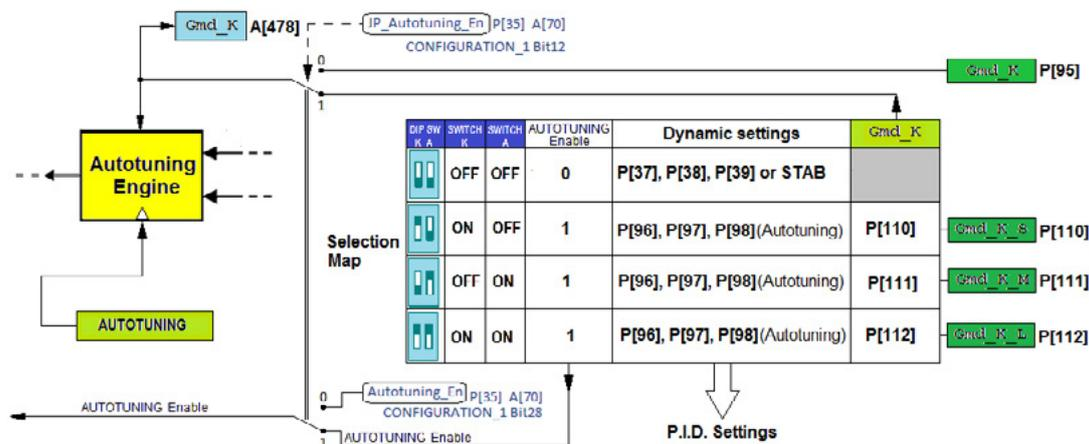
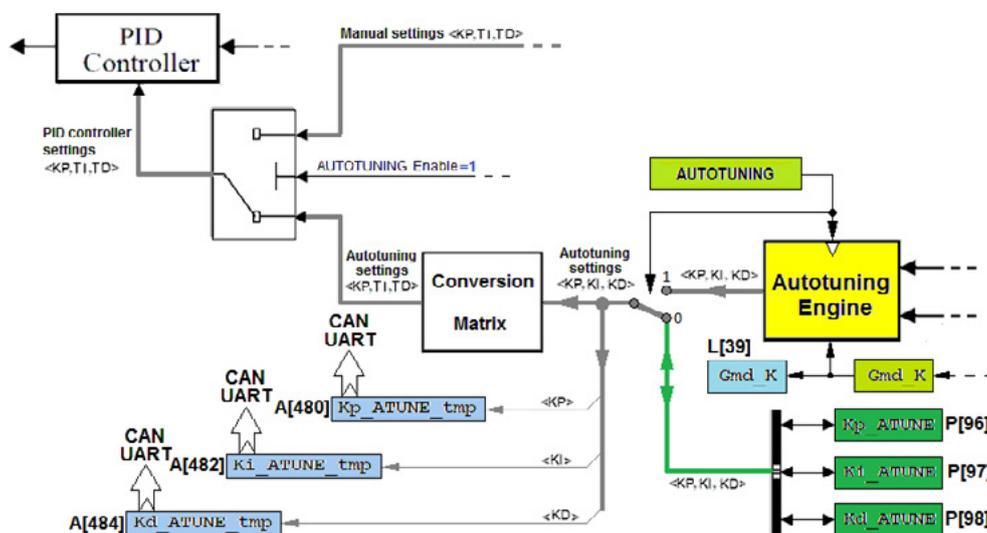

Fig. 5.4-A: Schéma de sélection d'autoréglage
Fig. 5.5-A: Réglages du contrôleur PID d'autoréglage
La méthode utilisée est sélectionnée via la combinaison de deux DIP switch matériels (appelés K et A, Fig. 5.3-A : DIP switch d'autorégulation) ou le Flag correspondant Autotuning (bit B28 du paramètre P[35] CONFIGURATION_1, adresse A[70]). La sélection de la source dépend du statut du Flag JP_Autotuning_En (bit B12 du paramètre P[35] CONFIGURATION_1, adresse A[70]) Fig. 5.4-A : Schéma de sélection d'autorégulation
La valeur prise par la variable **Gmd_k**, disponible à l'adresse A[478], Fig. 5.4-A : Schéma de sélection d'autoréglage et Fig. 5.5-A : Réglages du contrôleur PID d'autoréglage est essentielle au bon fonctionnement de l'autoréglage.
En cas d'activation, les 3 combinaisons d'DIP switch « K » et « A », dans lesquelles au moins un des deux est en position « ON », sélectionnez l'une des 3 valeurs définies par les 3 paramètres P[110] **Gmd_k-s**, P[111], **Gmd_k-M** et P[112] **Gmd_k-L** (adresses A[220], A[222] et A[224]), Fig. 5.4-A : Schéma de sélection d'autoréglage.
L'activation ou la désactivation des DIP switch dépendent du statut du Flag **JP_Autotuning_En** (bit B12 du paramètre P[35] **CONFIGURATION_1**, adresse A[70]), voir Fig. 5.4-A : Schéma de sélection d'autoréglage.
Les réglages dynamiques calculés par l'algorithme d'autoréglage sont disponibles aux adresses A[480] **k_p_ATUNE_tmp**, A[482] **k_i_ATUNE_tmp** et A[484] **k_d_ATUNE_tmp** Fig. 5.5-A : Réglages du contrôleur PID d'autoréglage.
- l'enregistrement des réglages mentionnés précédemment dans les paramètres respectifs P[96] K_p_ATUNE, P[97] K_i_ATUNE, P[98] K_d_ATUNE (adresses A[192], A[194] et A[196]) Fig. 5.5-A : Réglages du contrôleur PID d'autoréglage.